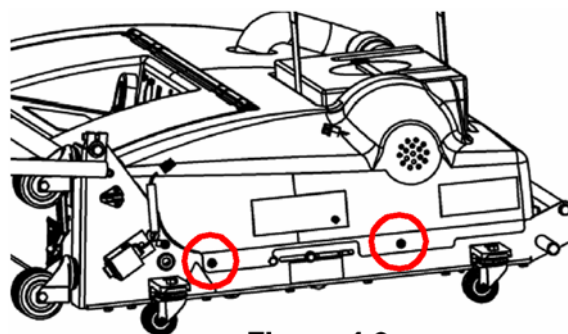

Figure 4-9
1. Lås upp oljeutrymmets dörrspärrar, koppla från vakuumslangen och ta ut avfallstanken, ta av locket till rengöringsmedelstanken, skruva av de två skruvarna på vardera sida av huven (se bild 4-9) och lyft av huven från ramen. Lägg skruvarna åt sidan.